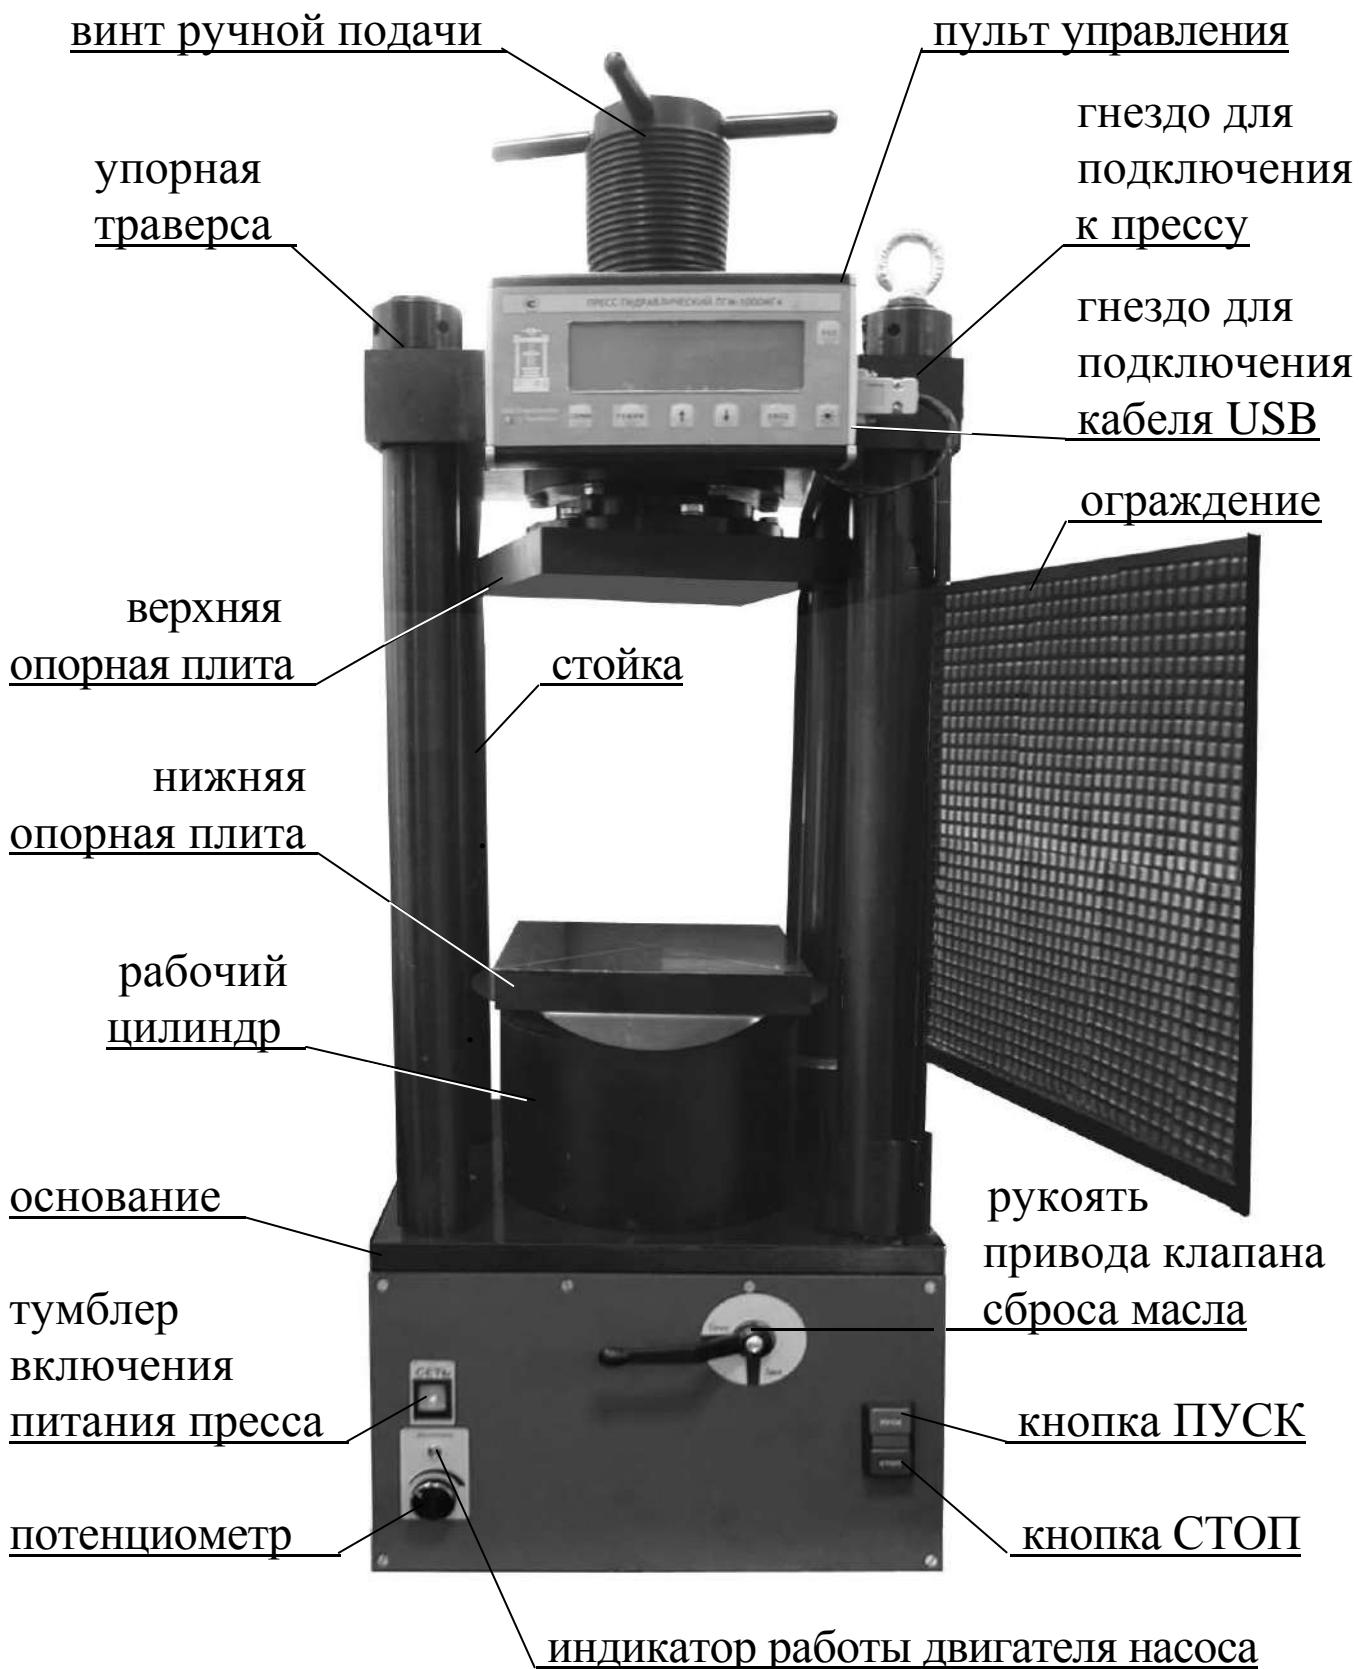

Рисунок 1.а – Внешний вид пресса. Вид спереди
1.4.2 Конструктивно пресс представляет собой машину, состоящую из нагружающего устройства и силоизмерителя. Внешний вид пресса показан на рис. 1а и 1.б.